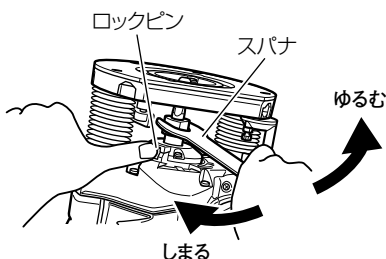

図 3
- (1) ビットの底が突当るまでコレットチャックにビットをさし込み、2 mm 程戻します。
- (2) ビットが入った状態でロックピンを押しながら、23 mm スパナを使ってコレットチャックを固く締付けます。(図3)
- (3) 軸径 6 mm のビットを使う場合は、付属の 8 × 6 mm チャックスリーブをご使用ください。軸径 6.35 mm のビットを使う場合は別売の 6.35 mm コレットチャックをご使用ください。コレットチャック穴にスリーブを深くさし込んでから、チャックスリーブにビットをさし込み、スパナで固く締付けます。